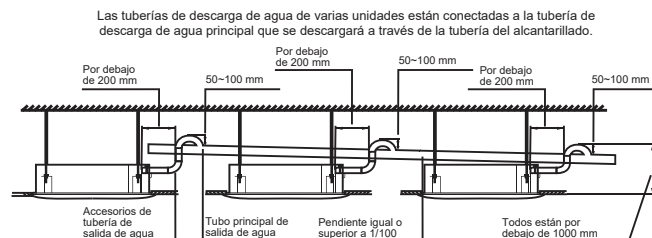

Figura 35
7. Cuando la salida de la tubería de descarga de agua es más alta que la conexión de la tubería para la succión de agua, trate de mantener la tubería de descarga de agua lo más vertical posible. Los conectores de conexión de salida de agua se doblarán para que la altura de la tubería de descarga de agua esté dentro de los 1000 mm de distancia de la base de la bandeja de drenaje. De lo contrario, habrá un flujo excesivo de agua cuando se detenga la operación. Vea la Figura 35.